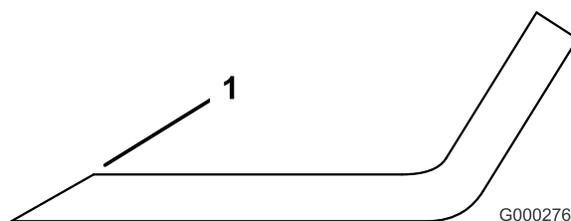

Figura 86
1. Affilate i taglienti da entrambe le estremità della lama con una lima (Figura 86). Rispettate l'angolazione originale. La lama conserva il proprio equilibrio soltanto se viene rimossa una quantità uguale di materiale da entrambi i taglienti.